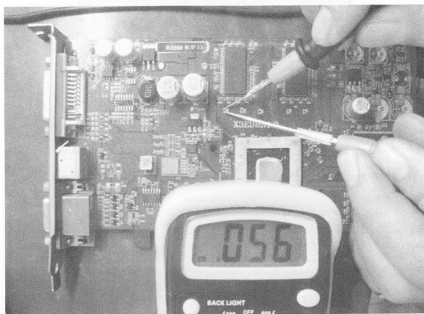

图 5-94 正常电阻 56Ω
(11) 由此可以怀疑是电阻问题，量左边的电阻值为 56Ω ，如图 5-94 所示。